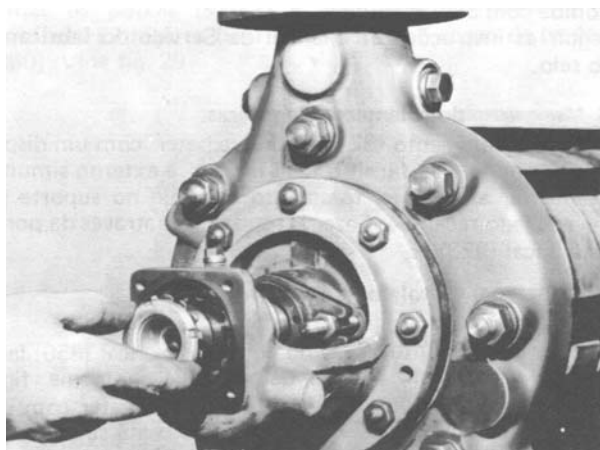

Figura 37 – Montagem da luva de trava (52-4) e o anel interno do rolamento (322)
- Montar no eixo a luva de trava (52-4), composta de chapa de segurança e porca de mancal, com o anel interno do rolamento (322), vide Figura 37.